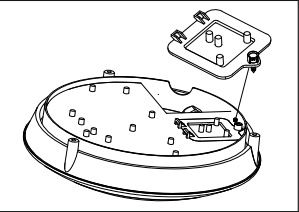

Рис. 1
- 5.10 Открутите защитную крышку клеммной колодки на внутренней части корпуса осветительного прибора (рис. 1).